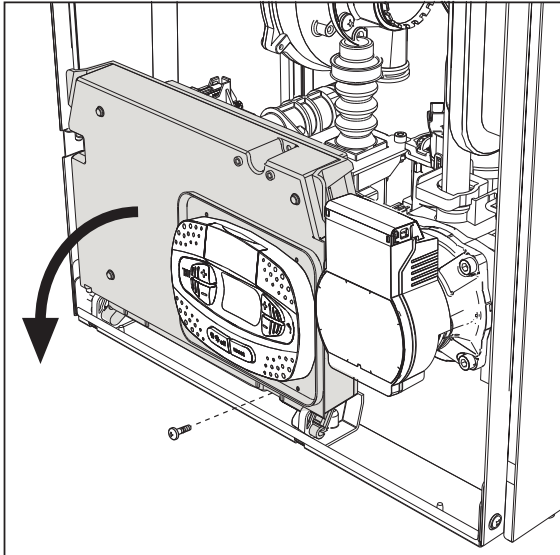
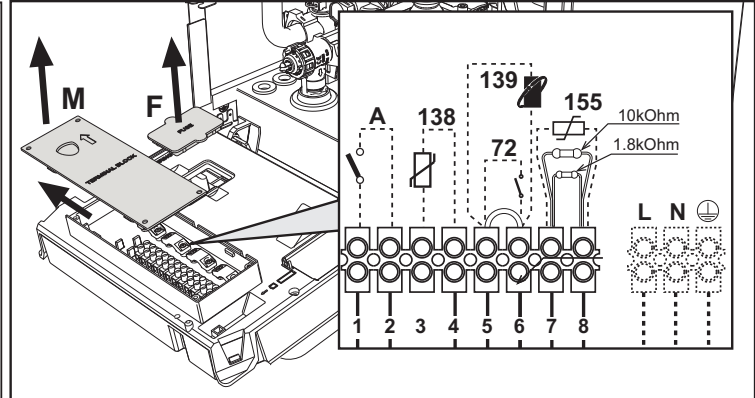

fig. 20
fig. 21
Dopo aver tolto il pannello frontale ( sez. "Apertura del pannello frontale" a pag. 32) è possibile accedere alla morsettiera (M) e al fusibile (F) seguendo le indicazioni descritte di seguito (fig. 20 e fig. 21). **I morsetti indicati nella fig. 21 devono essere a contatti puliti (non 230V).** La disposizione dei morsetti per i diversi allacciamenti è riportata anche nello schema elettrico alla fig. 57.